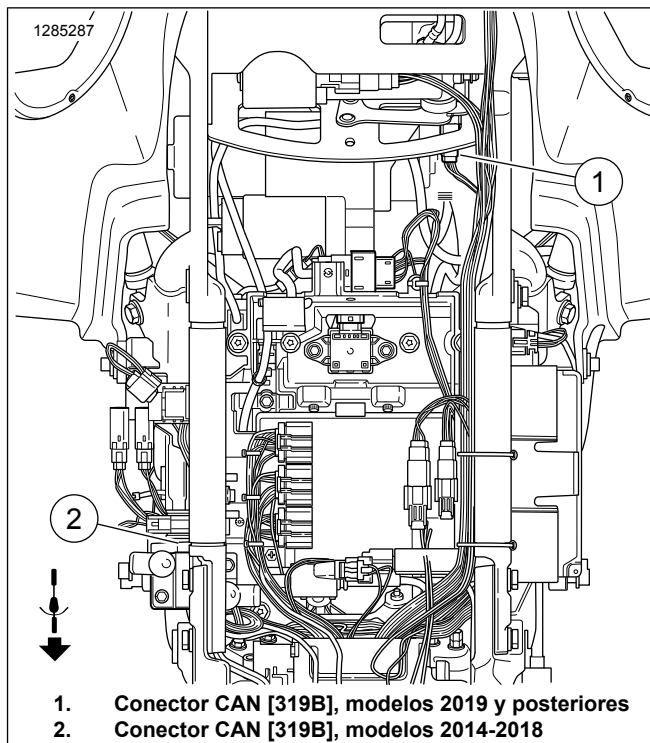

Figura 3. Conector CAN [319B]
- c. Ver Figura 3 . Localizar el conector Delphi CAN de 2 vías [319B] (1) debajo de la cubierta lateral derecha.
- d. La tapa es una unidad de resistencia de terminación asegurada a la caja de fusibles y relés. Retirar el conector [319B] (1) de la unidad de resistencia.
- f. Si esta es la única conexión (parte posterior) del amplificador en esta instalación, conectar el lado [319B] (1) del arnés C del kit de nuevo a la unidad de resistencia desde el paso "B" anterior. Si se utilizan varios amplificadores traseros, conectar en cadena [319B] de este arnés a [319A] del siguiente arnés del amplificador. Siempre verifique que el conector restante [319B] esté conectado a la resistencia de terminación del vehículo.
- b. Separar los tres amarres de cables que sostienen el arnés del conector [319B] (1).
- c. Ver Figura 3 . Enrutar [319B] (1) y el conector [319A] a lo largo de la estructura y luego debajo de ella hacia el lado izquierdo del conector del vehículo CAN.
- f. Ver Figura 3 . Localizar el conector Delphi CAN de 2 vías [319B] (1) debajo de la cubierta lateral derecha.
- g. La tapa es una unidad de resistencia de terminación asegurada a la caja de fusibles y relés. Retirar el conector [319B] (1) de la unidad de resistencia.